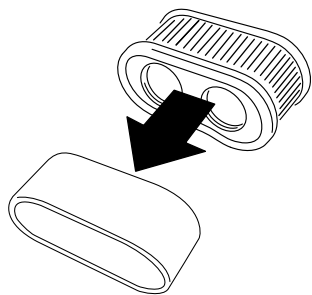

Figura 36
5. Separe el elemento de gomaespuma del elemento de papel (Figura 36).